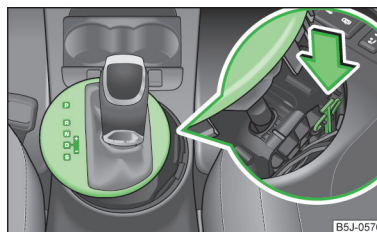

Fig. 92
- Presionar con un dedo la pieza de plástico amarilla en la dirección de la flecha » **fig. 92**.